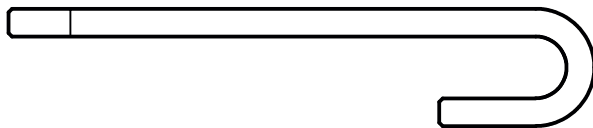

Рис. 16 Механическая кочерга
8.1.15.3. Так же в комплекте горелки используется съемный, механизм автоматической механической чистки горелки – механическая кочерга (Рис. 16). Механическая кочерга предназначена для работы комплекта горелки с интервалом технического обслуживания от 24 до 72 часов.